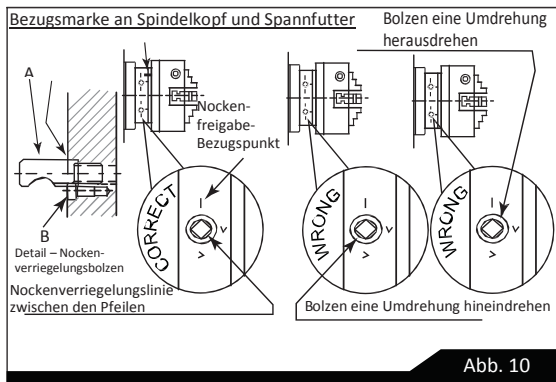

Abb. 10
Beim Anbringen von Spannfuttern oder der Planscheibe zunächst sicherstellen, dass Spindel- und Futterkegel gründlich gesäubert wurden und dass alle Nocken in den korrekten Positionen arretiert sind; siehe die Abbildung. Es ist u.U. erforderlich, beim Anbringen eines neuen Spannfutters die Verriegelungsnockenbolzen (a) auszuwechseln. Dazu die Arretierschrauben (B) entfernen und die Bolzen so justieren, dass der Ring (C) mit den eingepprägten Marken bündig mit der Rückseite des Spannfutters ausgerichtet ist, d.h. mit dem Schlitz auf das Loch für die Arretierschraube ausgerichtet (siehe Abb. 10.)